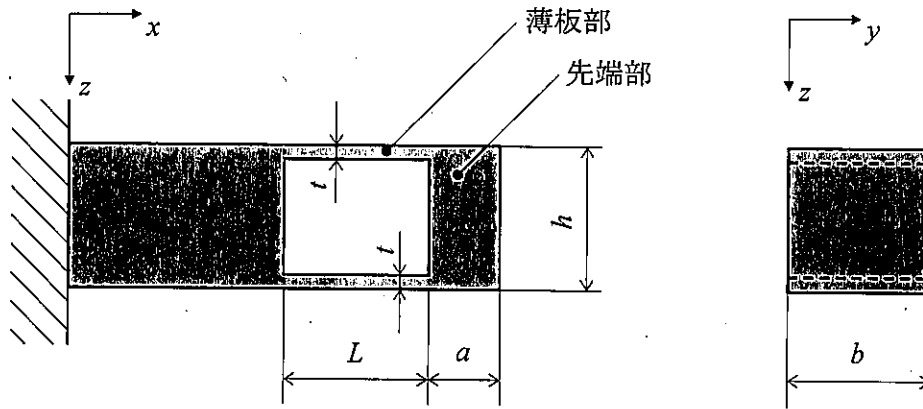

図 3-1
- I. 図 3-1 に示す, 互いに平行な薄板部を有する構造体を用いた力センサを考